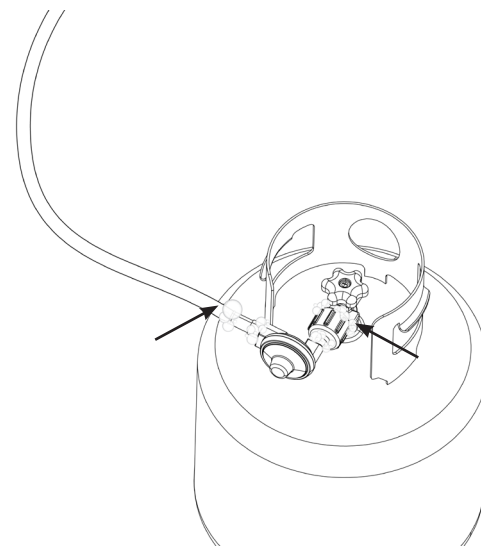

Figure 02
4. Utilisez un pinceau propre pour appliquer une solution d'eau et de savon doux 10/90 sur les joints des vannes et du régulateur. (indiquées par des flèches dans la figure 02).